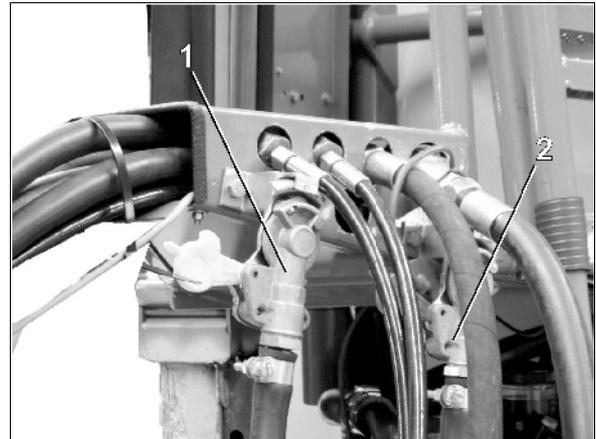

Fig. 31
2. Lösen Sie den Kupplungskopf der Vorratsleitung (rot)(Fig. 31/2).
3. Lösen Sie den Kupplungskopf der Bremsleitung (gelb) (Fig. 31/1).